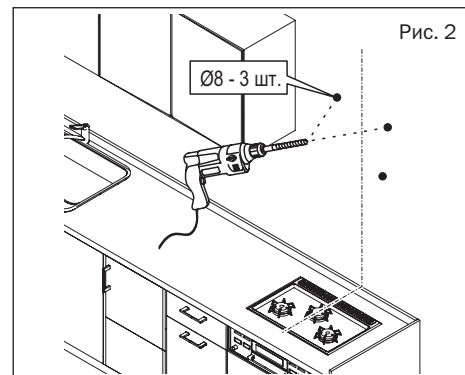
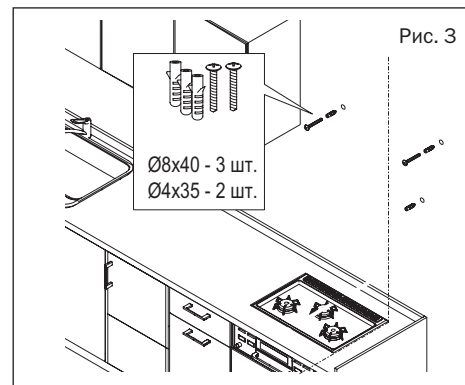

Рис. 2
Рис. 3
2. Сделайте отверстия в стене для монтажа корпуса вытяжки (Рис. 2), вставьте дюбеля и закрутите два винта (не полностью, чтобы на них можно было навесить корпус вытяжки) (Рис. 3).